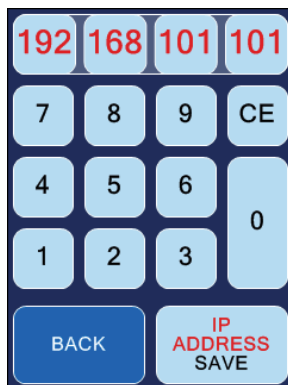

Abb. 13 Bildschirm zum Einstellen der
- Drücken Sie **CE** und geben Sie anschließend die gewünschten Werte ein. Über **IP ADDRESS SAVE** bzw. **SUBNET MASK SAVE** (Abb. 13, Zeile 5) speichern Sie den jeweiligen Wert ab, mit **BACK** verlassen Sie den Bildschirm, ohne die Werte zu speichern.